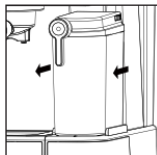
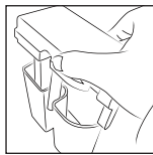

Рис. 1
Рис. 2
- Switch the coffee maker off by pressing the on/off button (16) «U».
- Pour the water out from the cup, take the container (11), pull it towards you and remove (fig. 1), remove the cappuccinator lid (12) from the container (11), drain the remaining water from the container (11).
- Возьмитесь за ёмкость (11), потяните её по направлению к себе (рис. 1) и снимите с ёмкости (11) крышку капучинатора (12) (рис. 2). Наполните ёмкость (11) водой, до отметки максимального уровня.